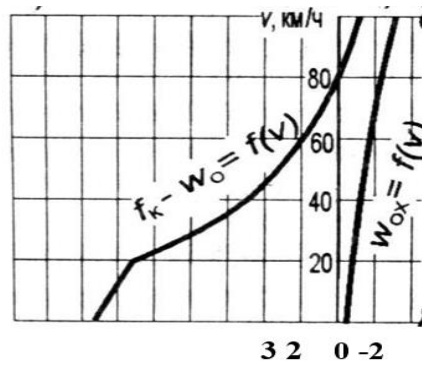

Рис. 2
5. Определить равнодействующую всех сил в режиме тяги при движении по уклону  $i = 3 ‰$  на кривой  $R = 700 м$  при скорости  $v = 60 км/час$  (рис. 2).